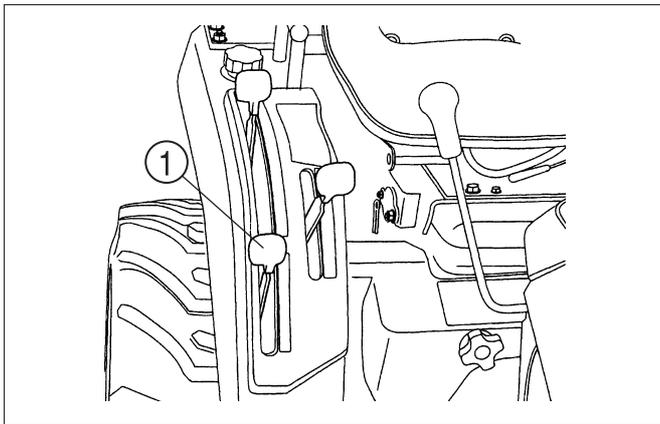

FIG. 37
**FIG. 37 :** Les modèles à quatre roues motrices présentent un essieu avant à entraînement mécanique. L'engagement et le désengagement de l'essieu avant moteur sont commandés par le levier ①, sur le côté droit du tracteur.